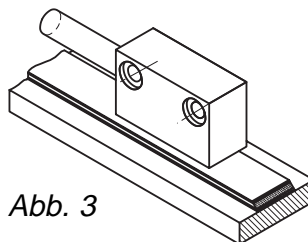
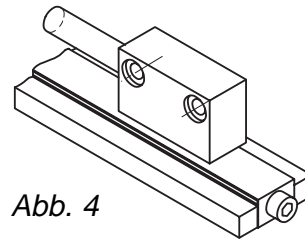

Abb. 3
Abb. 4
- Enden beidseitig gegen unbeabsichtigtes Ablösen sichern (durch Überfahren von losgelösten Enden können Band und Sensor zerstört werden Abb. 4 und 5).
Die einfache Montageart, durch angeschrägtes Schutzband (Abb. 3), ist nur in sehr geschützter Umgebung zu empfehlen. Bei ungeschützter Umgebung besteht Abschälgefahr. In solchen Fällen sind Montagearten, wie in Abb. 4 und 5 gezeigt, geeigneter.